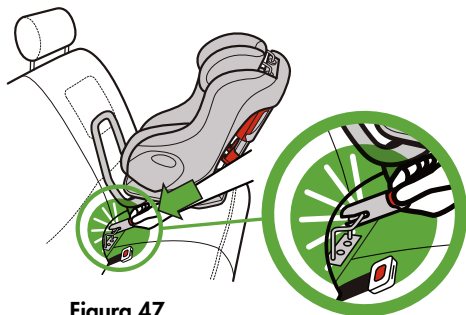

Figura 47
- Alinee el conector LATCH con el sujetador LATCH del vehículo y presione el primero contra el segundo hasta que escuche que el conector se trabe, como se muestra en la **figura 47**.